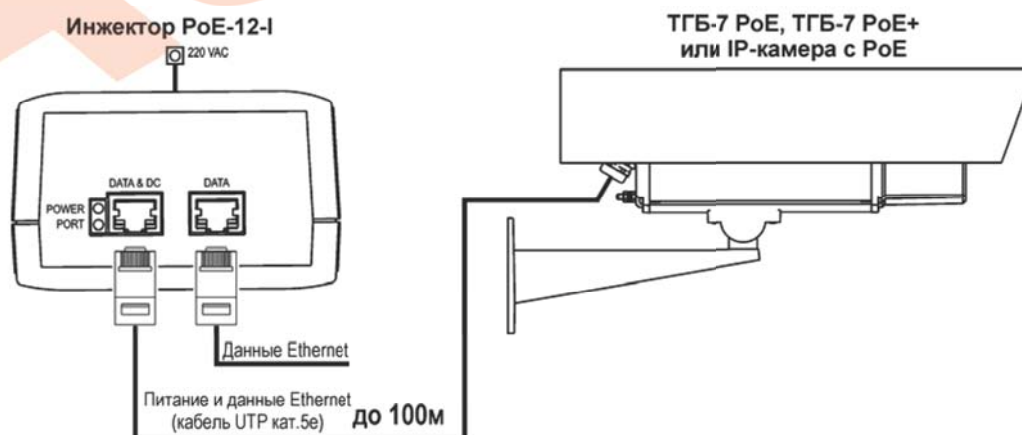

Рис.2 Схема подключения инжектора PoE-12-I
1. Подключите коммутатор (hub/switch) стандартным сетевым кабелем к разьему «Data» инжектора PoE-12-I (см. рис. 2).